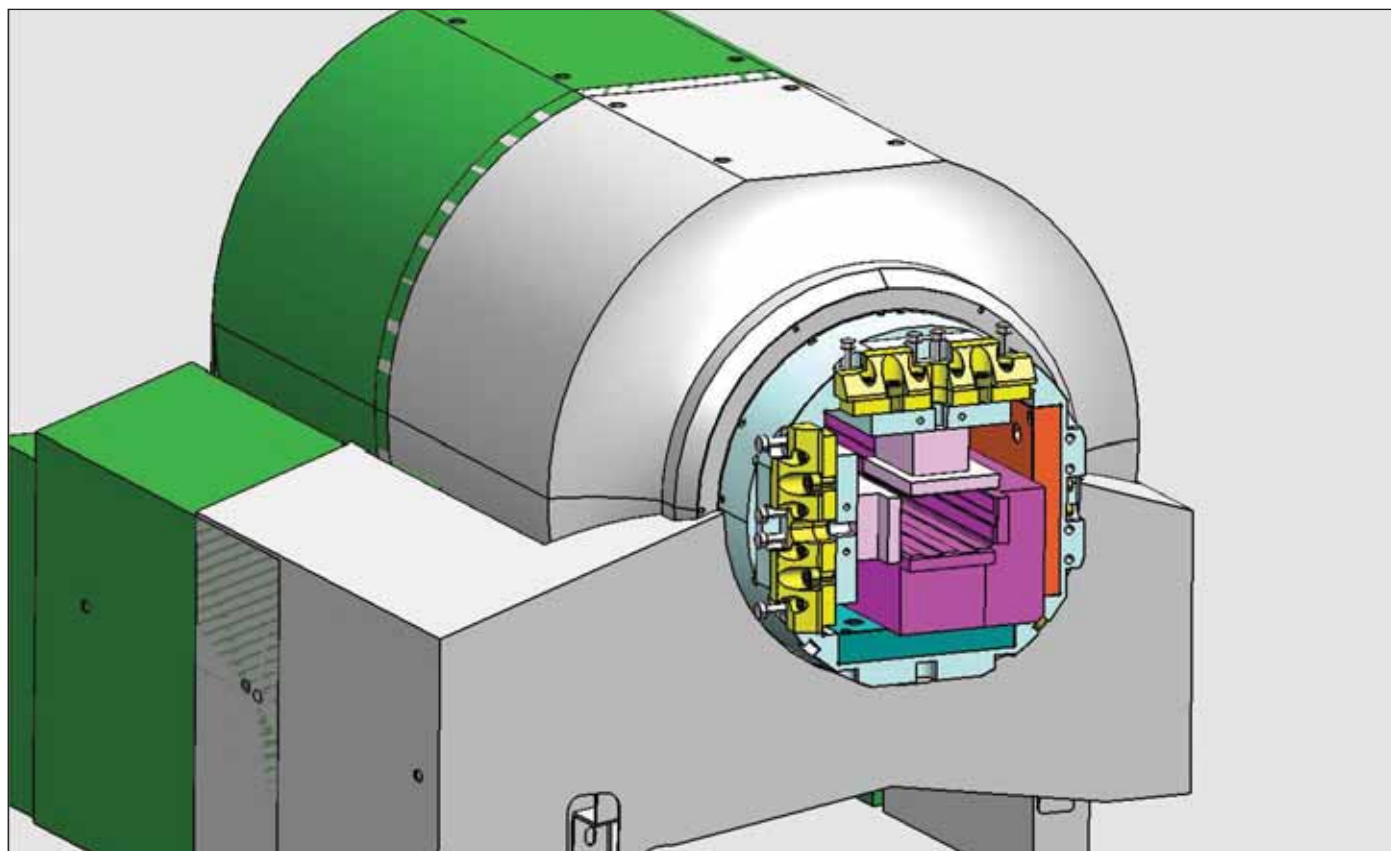

Рис. 8
Как видно из схемы, станок оборудован двумя приспособлениями, внутри которых находится четвертая поворотная ось (A). На ней в каждом из барабанов располагаются зажимные приспособления для фиксации профиля-заготовки. Зажимные приспособления — съемные, а количество видов подобных приспособлений варьируется от нескольких штук до нескольких десятков — под конкретные виды профилей. Такие устройства тоже изготавливает компания Chiron — по заказу предприятия. Конструкция зажимных приспособлений такова, что они имеют две базовые неподвижные губки и две подвижные, которые собственно и выполняют зажим заготовки. На рис. 8 представлен один из видов приспособления. Нижняя и правая губки (показаны фиолетовым цветом) — неподвижные, верхняя и левая — подвижные. Сам зажим происходит по специальным M-командам, то есть зажим-разжим — процесс программируемый. Более того, существуют различные команды, позволяющие зажимать-разжимать губки в определенном порядке (по умолчанию обе губки двигаются вместе, но возможно, чтобы первой двигалась одна из них). Также свои команды существуют как для правого, так и для левого зажимного приспособления.